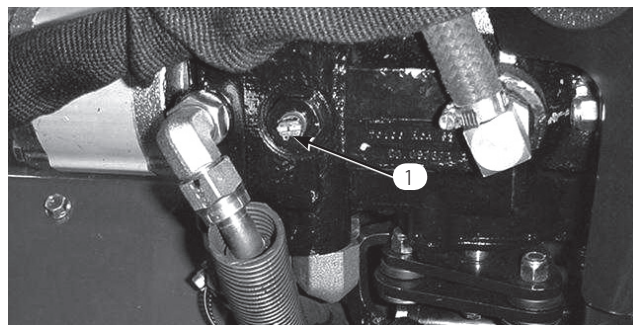

図 33
1. 油圧ポンプについているバイパス・バルブ（図33）のレバーを90° 回転させる（水平が開いた状態）。